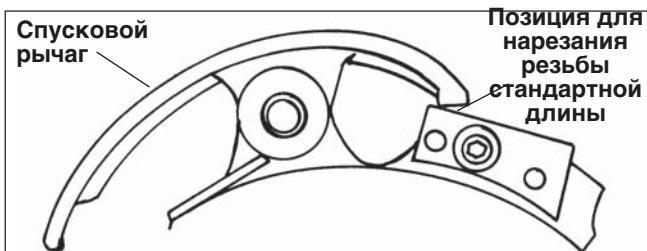

Рисунок 22 – Положения спускового рычага и фиксирующей пластины для нарезания резьбы стандартной длины
6. Нажмите на спускной рычаг, чтобы он встал на верхнюю часть фиксирующей пластины, и начните нарезать нормальную резьбу с помощью маховика суппорта. (Рисунок 22).